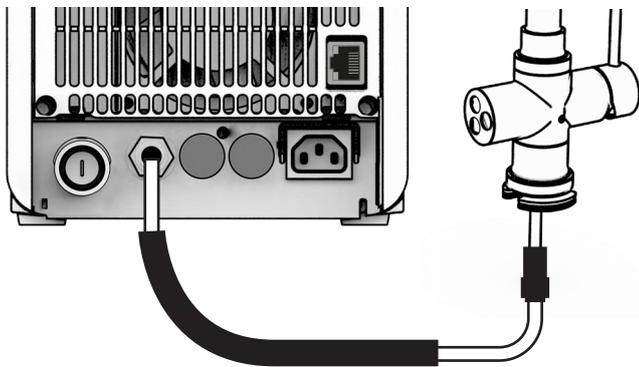

Fig. 1-15
**19.2** - Inserire a pressione il tubo in PE con guaina anticondensa proveniente dal rubinetto, nel lato posteriore della macchina fino al punto di arresto, vedi fig 1-15. **ATTENZIONE,** accertarsi che tutti i componenti siano adeguatamente installati in quanto vi scorrerà acqua sotto pressione.